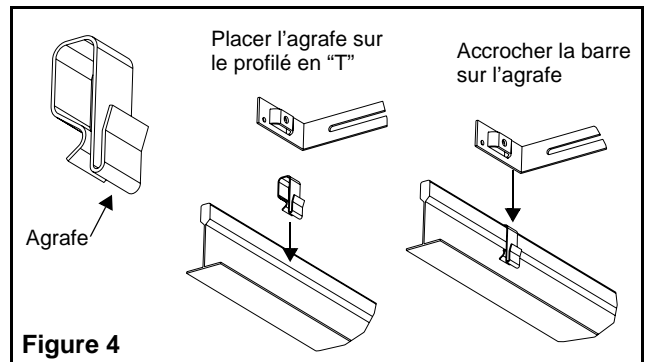

Figure 4
- c. Placer quatre agrafes sur les profilés en "T" (structure du plafond suspendu) là où les barres de suspension s'accrocheront (voir fig. 4).